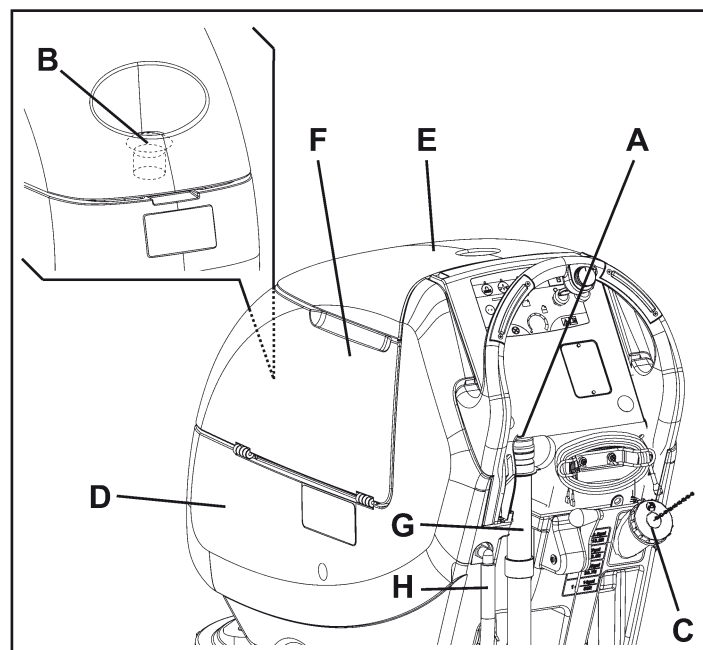

Figure 14
- Ouvrir la goulotte (A, Fig. 14).